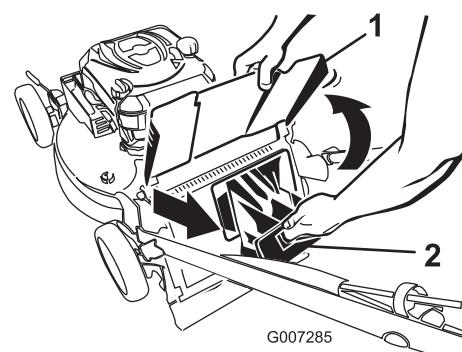

Bild 32
1. Heben Sie das Auswurfablenkblech an und halten es hoch (Bild 32).
- Ziehen Sie die Heckauswurfklappe ab (Bild 32).